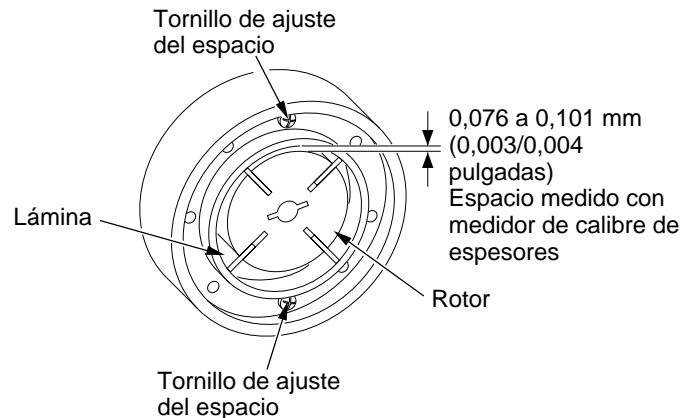

Figura 30 - Ubicaciones del tornillo de ajuste del espacio
9. Verifique el espacio en el rotor. Ajústelo a 0,076/0,101 mm (0,003/0,004 pulgadas) si es necesario (consulte la figura 30).